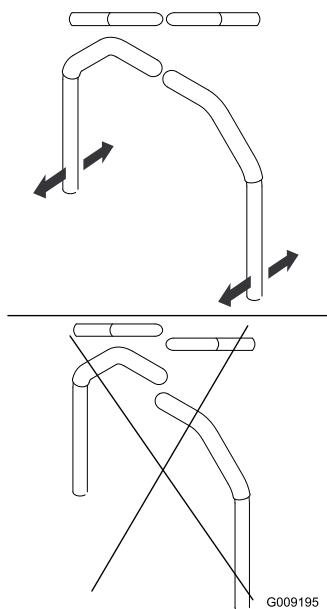

Figura 80
4. Ajuste la posición delante/detrás de las palancas acercándolas a la posición de punto MUERTO y deslizándolas hasta que queden alineadas, y luego apriete los pernos (Figura 80).